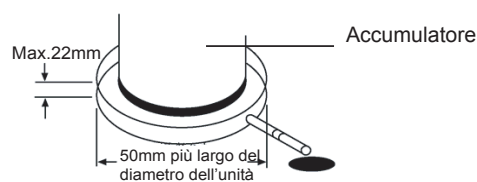

Fig. 5-2
- In caso di blocco dello scarico potrebbero verificarsi perdite di acqua, pertanto si consiglia di utilizzare un raccoglitore come illustrato di seguito Fig 5-2.